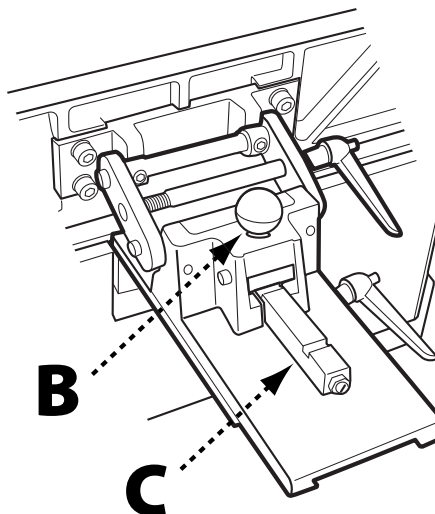

FIGURA 6
tope de ángulo (C) en el orificio de mortaja como se muestra en la figura 6. Al soltar el pasador el tope de ángulo se trabará en su lugar. Cuando se traba en la posición completamente enganchada, el tope está a 90°. Cuando se traba en la posición parcialmente enganchada, el tope está a 45°.